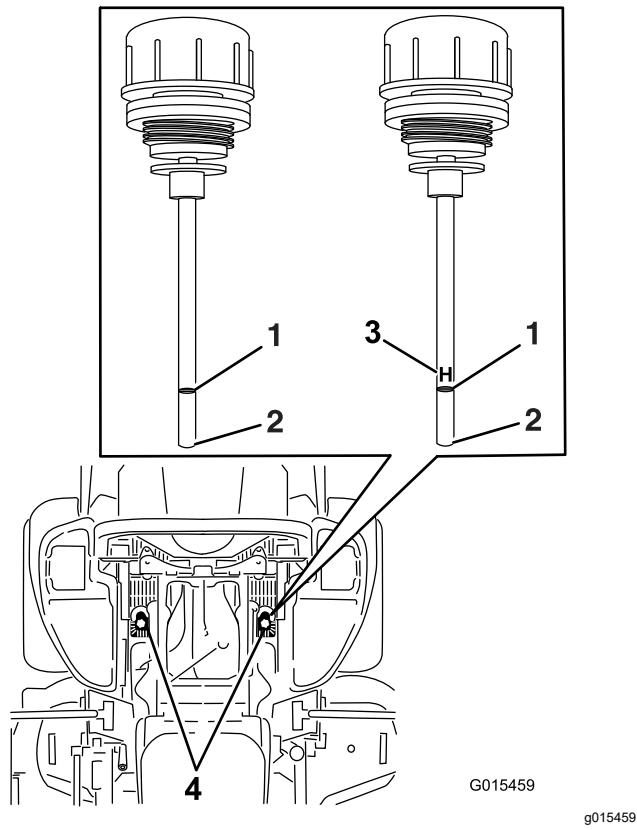

Figura 110
5. Limpe a zona em torno das varetas dos reservatórios do sistema hidráulico (Figura 110).
6. Retire uma vareta do reservatório hidráulico (Figura 110).
8. Retire a vareta do óleo e verifique a extremidade (Figura 110).